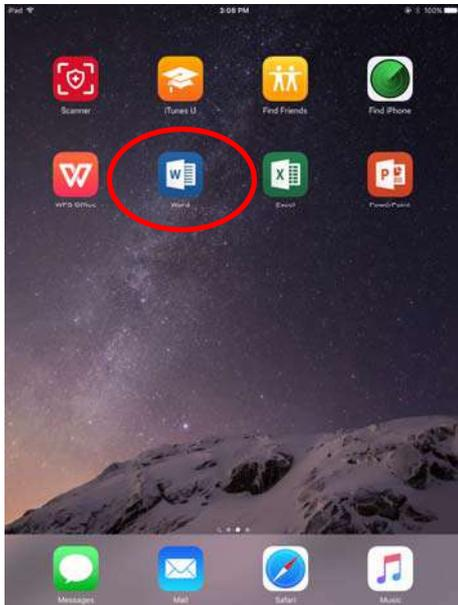

Figura 37
2.1 Instale y corra Word (Figura 37).